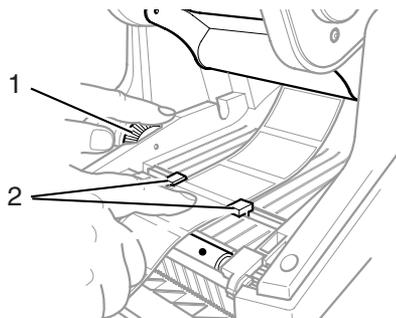

Bild 17, Materialführungen
5. Führen Sie das Material unter dem Druckmodul und unter den Führungen (**Bild 17, 2**) hindurch und durch den Spalt im Bedienfeld.
6. Stellen Sie die Materialführungen mit dem Stellrad auf der linken Seite (**Bild 17, 1**) so ein, dass sie leicht am Material anliegen, ohne dabei das Material zu verklemmen.